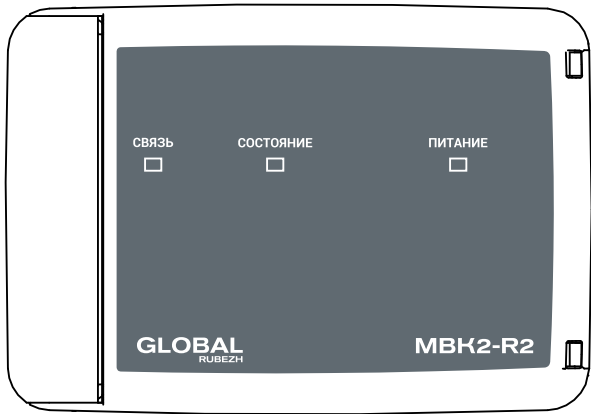

Рисунок 1
- 5.1 Модули конструктивно выполнены в пластмассовом корпусе. Корпус состоит из двух частей – основания и крышки. Крышка имеет три окна для индикаторов СВЯЗЬ, СОСТОЯНИЕ и ПИТАНИЕ (рисунок 1). Крышка откидная, фиксируется на основании с помощью двух замков.